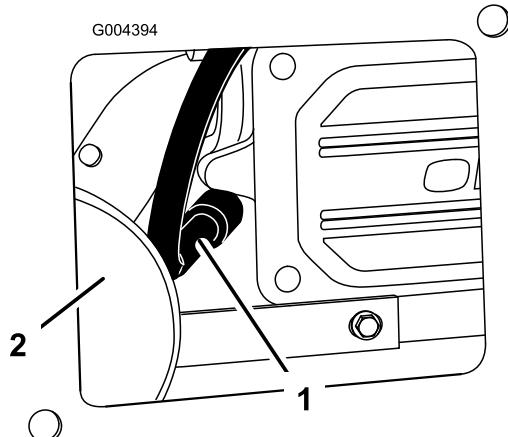

Bild 38
- Ziehen Sie den Zündkerzenstecker ab (Bild 38). Reinigen Sie den Bereich um die Zündkerze, um zu verhindern, dass Schmutz in den Motor fallen und Schäden verursachen kann.
- Drücken Sie den Stecker auf die Zündkerze (Bild 38).